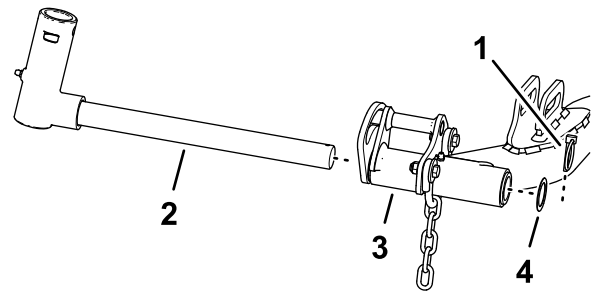

Figure 26
- Retirez la goupille à anneau et la rondelle qui fixent l'arbre de pivot du bras de levage au bras de levage, et sortez l'arbre du bras de levage (Figure 26).